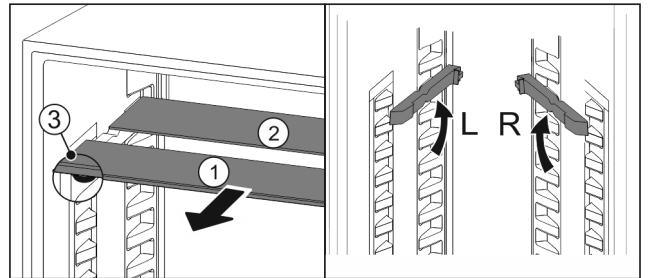

Fig. 45
- Sortir les tablettes par l'avant Fig. 45 (1).
- ▷ La tablette en verre Fig. 45 (1) avec bordure décorative est située à l'avant.
- ▷ Les butées Fig. 45 (3) sont orientées vers le bas.